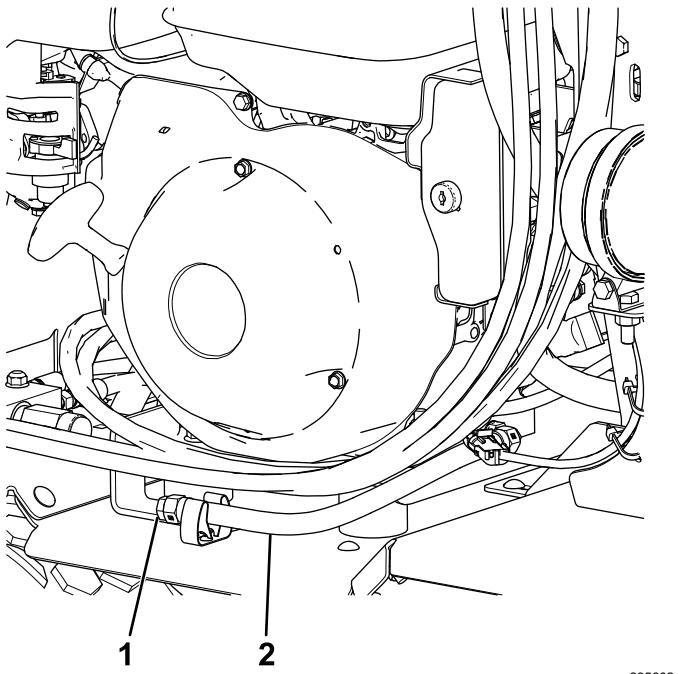

Bild 35
3. Legen Sie den Ölablassschlauch über die Seite der Maschine und stellen Sie einen Behälter unter das Ende (Bild 35).
4. Entfernen Sie die Ablassschraube aus dem Ende des Schlauches (Bild 35).
5. Wenn das Öl vollständig abgelaufen ist, schrauben Sie die Ablassschraube wieder ein (Bild 35).